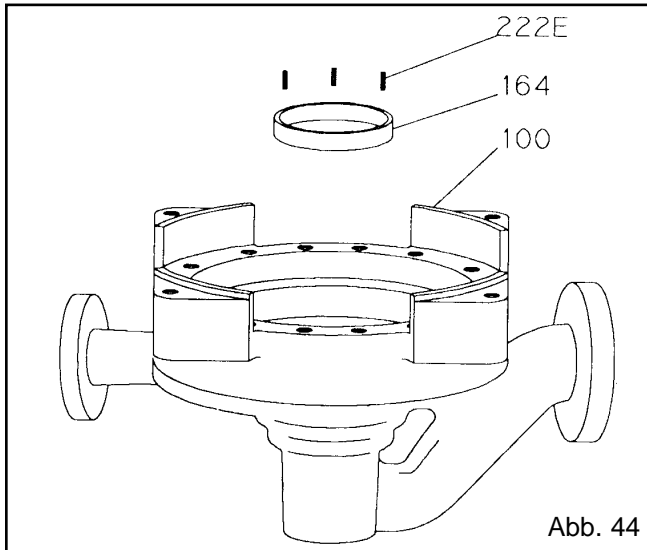

Abb. 44
- Den neuen Gehäuseverschleißring (164) mit Trockeneis oder einem anderen Kühlmittel abkühlen und in den Sitz im Gehäuse einsetzen (100). Mit einem Hartholzstück und einem Gummihammer einklopfen (Abb. 44).